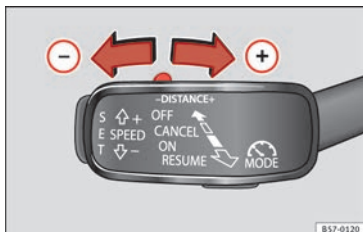

Fig. 181 Alavanca de comando: ajustar a distância.
- Para indicar a distância programada atualmente, pressione brevemente o botão basculante » **Fig. 181**.